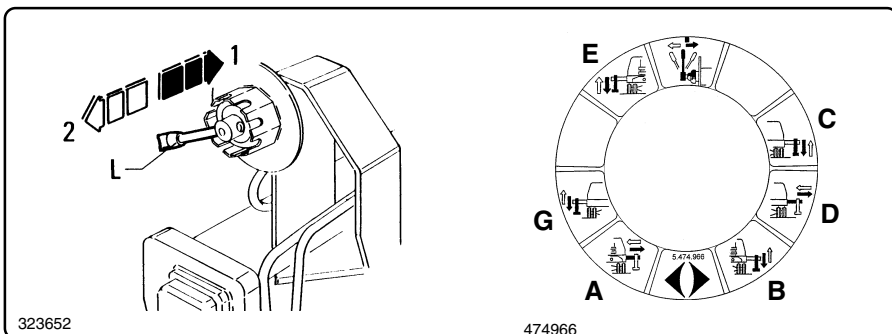

fig. 6.7.4
**2** Ruotare la leva “L” nella posizione “B” e spingerla nel senso della freccia “1” per comandare la discesa del martinetto stabilizzatore destro della gru (fig. 6.7.4).
**2** Turn lever “L” to “B” and push it in the direction of arrow “1” in order to lower the right hand outrigger cylinder of the crane (fig. 6.7.4).